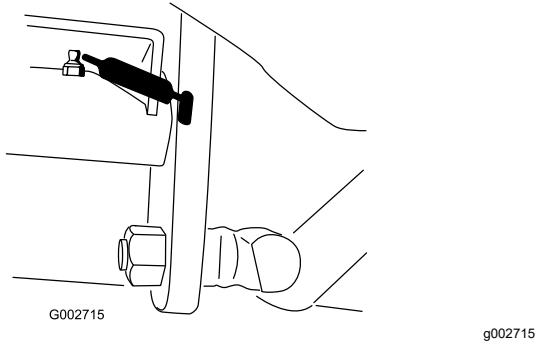

Figure 23
- Pivot de pédale de déplacement (1) (Figure 23)